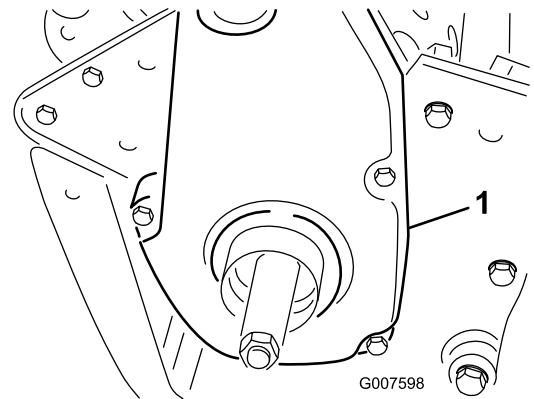

図 37
1. ベルトカバー取り付けねじを外してカバーを取り、ベルトを露出させる 図 37。